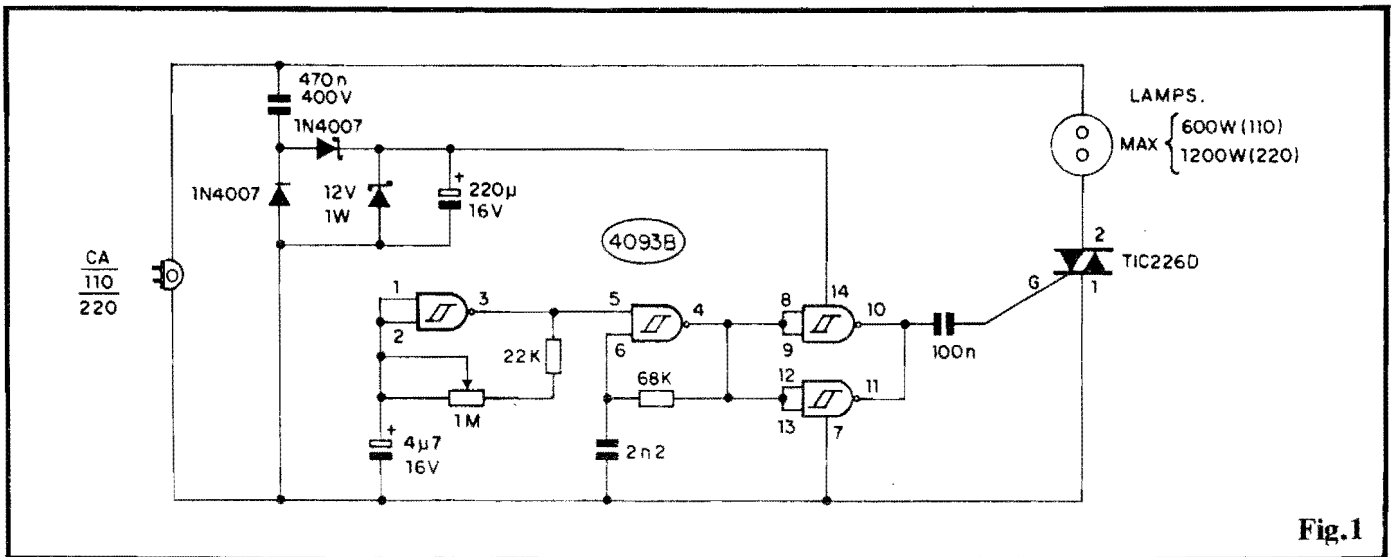

Fig.1
- FIG. 1 - DIAGRAMA ESQUEMÁTICO DO CIRCUITO - Usando justamente um Integrado Digital C.MOS com função Schmitt Trigger (um 4093, com 4 **gates** NAND de 2 Entradas cada...), além de alguns outros pequenos "truques" economizadores e simplificadores, foi possível obter um circuito de alto desempenho, porém de custo e complexidade "lá em baixo"... O **gate** delimitado pelos pinos 1-2-3, juntamente com o resistor fixo de 22K, mais o potenciômetro de 1M e o capacitor eletrolítico de 4u7, formam um **ASTÁVEL**, de Frequência baixa, ajustável em boa faixa pela ação do potenciômetro... A saída desse **ASTÁVEL** (pino 3) é oferecida como sinal de controle para a Entrada de Autorização de outro **ASTÁVEL**, este centrado no **gate** delimitado pelos pino 4-5-6 e trabalhando (quando autorizado...) em Frequência bem mais alta,